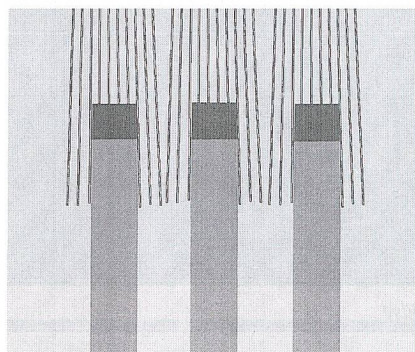

Fig. 6: Mit kurzen harten und längeren weichen Borsten werden die Deckelspitzen oben bzw. seitlich geschliffen
- Beim manuellen Schleifvorgang, wo nur die abgerundeten Spitzen abgeschliffen werden, geht deren ursprüngliche, konische Form verloren. Beim IGS-top sorgen die langen Borsten dafür, dass auch ein Seitenschliff vorgenommen wird (Fig. 6). Ein solcher ist nach unseren Untersuchungen für eine gute Kardierqualität von grösserer Bedeutung als gemeinhin angenommen wird.